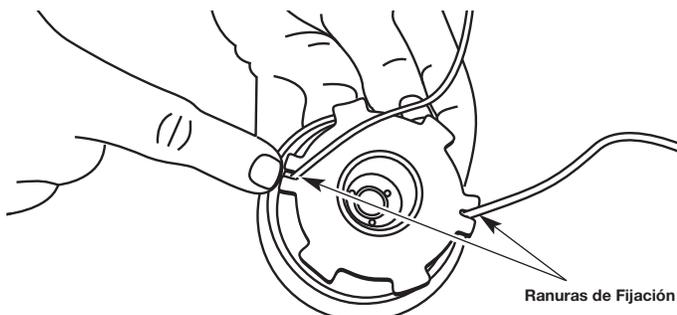

Fig. 33
12. Inserte los extremos de la línea en las dos ranuras de fijación (Fig. 33).